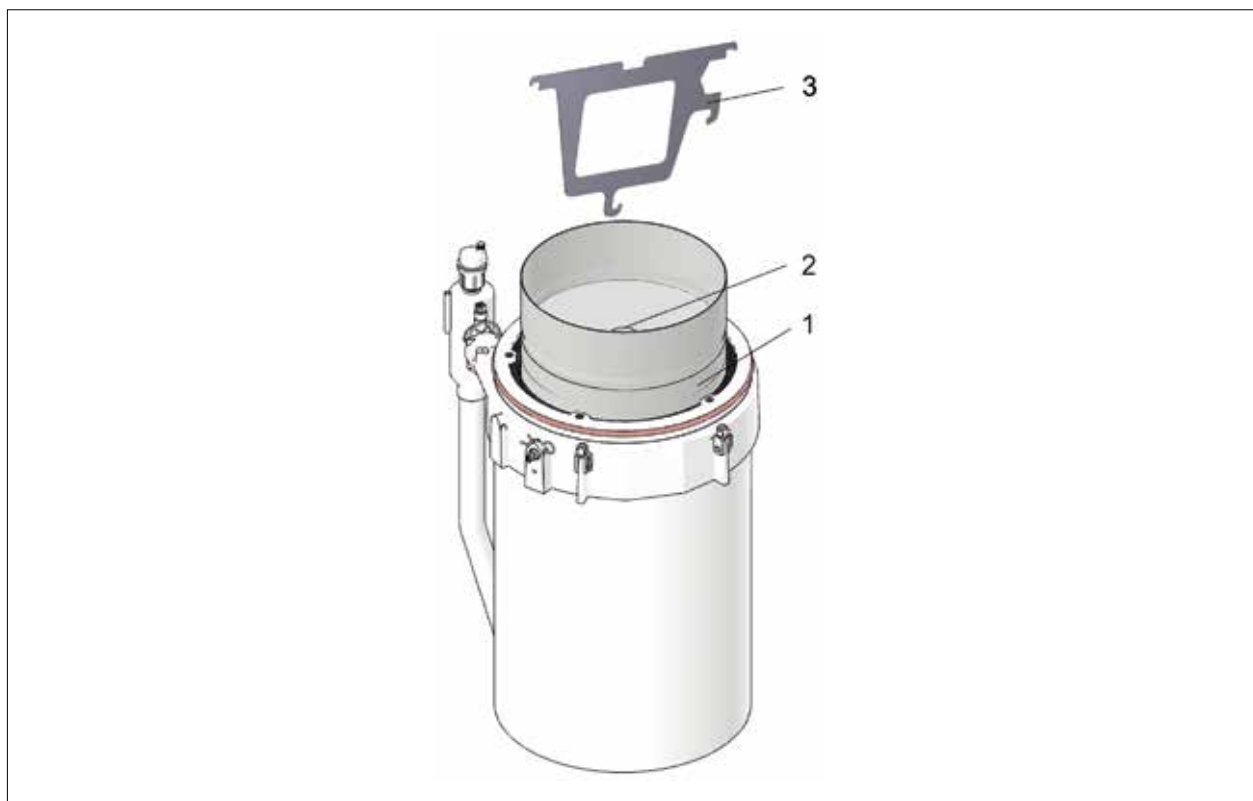

Afb. 6.5 Afstanden ontstekingselektrode
- Afstanden Afb. 6.5 controleren.